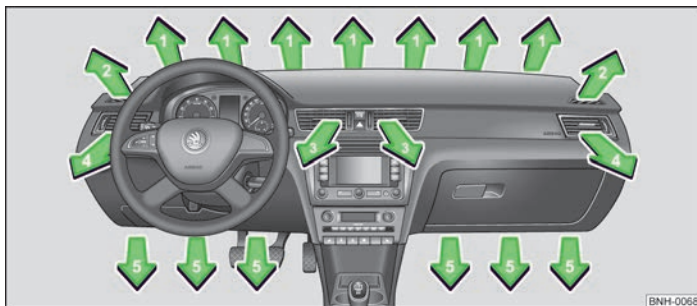
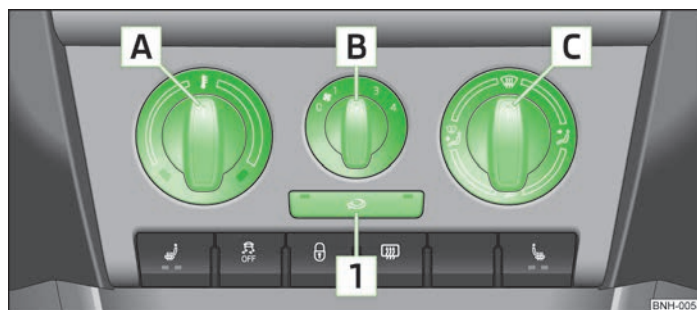

Fig. 58 Fantele de ventilație
Fig. 59 Încălzirea: Elementele de comandă
- Pentru a modifica direcția pe înălțime a curentului de aer, deplasați lamelele orizontale cu ajutorul elementului de reglare, mobil » fig. 58.
Reglați admisia aerului pentru fiecare fantă de ventilație, se ajutorul butonului de reglare a distribuției aerului [C] » fig. 59 la pagina 59. Fantele de ventilație 3 » fig. 58 și 4 pot fi deschise și închise individual.
- Rotiți regulatorul rotativ [A] » fig. 59 spre dreapta pentru a mări temperatura.
- Pentru pornirea ventilatorului, rotiți comutatorul ventilatorului [B] » fig. 59 în una din pozițiile de la 1 la 4.
- De la regulatorul pentru distribuția aerului [C] » fig. 59 reglați direcția curentului de aer » pagina 59.
■ Toate elementele de comandă, în afara comutatorului ventilatorului [B] » fig. 59, pot fi reglate pe orice poziție intermediară.
- Elementele de comandă **A** » fig. 59 la pagina 59, **B**, **C** și tasta **1**.
- Fantele de ventilație **4** » fig. 58 la pagina 59.
- Vă recomandăm, să lăsați gurile de ventilație **3** » fig. 58 la pagina 59 în poziție deschisă.
► Apăsați tasta  **1** » fig. 59 la pagina 59, lampa de control din tastă se aprinde.
► Apăsați din nou tasta  **1** » fig. 59 la pagina 59, lampa de control din tastă se stinge.
Dacă regulatorul distribuției de aer **C** » fig. 59 la pagina 59 se rotește în poziția , recircularea aerului se dezactivează automat. Prin apăsarea repetată a tastei  se poate reporni și în această poziție recircularea aerului. ►